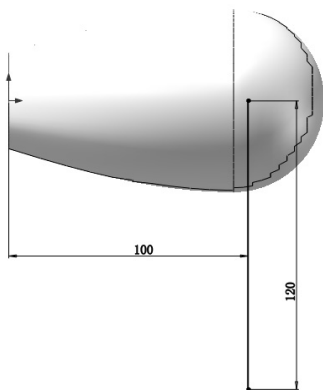

图 9-77 草图标注 2
4) 绘制草图 2。在左侧的 FeatureManager 设计树中用鼠标选择“上视基准面”作为绘制图形的基准面。单击“草图”控制面板中的 (直线) 按钮，绘制图 9-77 所示的草图并标注尺寸。